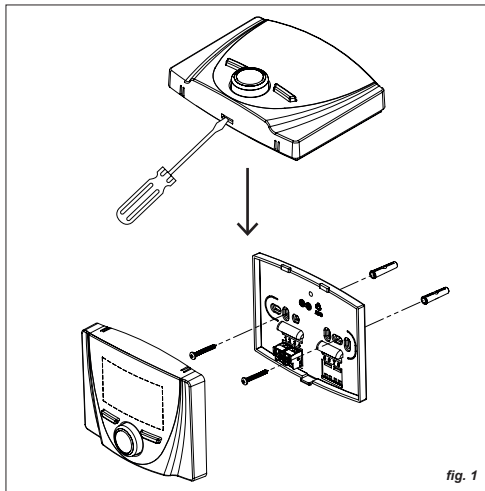

fig. 1
1. Décrocher la partie avant de la télécommande à l'aide d'un tournevis (fig. 1).
1. Fixer la partie arrière au mur à travers les fentes en utilisant les vis fournies (fig. 1).